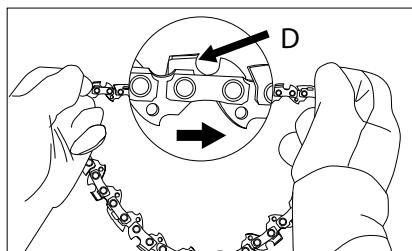

Abb. 7
5. Legen Sie die Kette in den Kreis, richten Sie dabei die Schneidkanten (D) entsprechend den Anzeigern auf der Abdeckung und auf der Schiene der Kettensäge (Abb. 7).